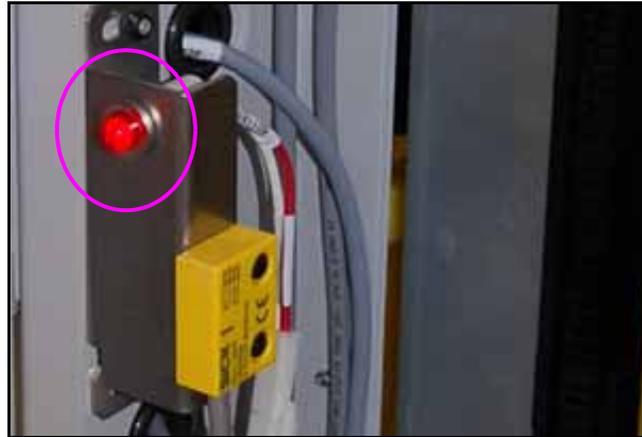

Figure 2-20: LED de Enclavamiento
- a. El LED de enclavamiento se enciende para indicar que el enclavamiento está abierto (ver Figure 2-20).